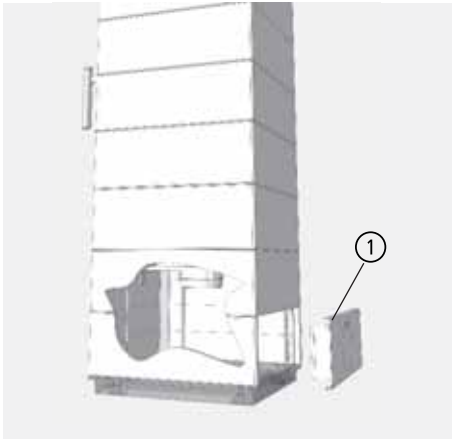

Abb. 9.2 Geräteschild / CE-Kennzeichnung auf der hinteren Blende
Das Geräteschild / die CE-Kennzeichnung ① des CORNA befindet sich auf der Innenseite der unteren Blende auf der Geräterückseite (siehe Abb. 9.2 auf Seite 92).